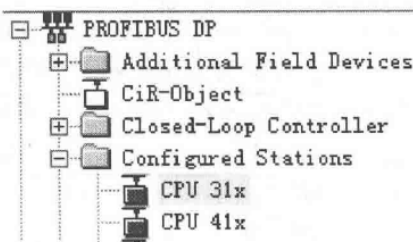

图 8-9 选择 CPU31x
(3) 在 S7-400 的 HW configuration 组态界面右侧选择“PROFIBUS DP”，在“Configured Stations”中选择“CPU315x”，将其拖到左侧的 PROFIBUS 总线上，如图 8-9 所示。